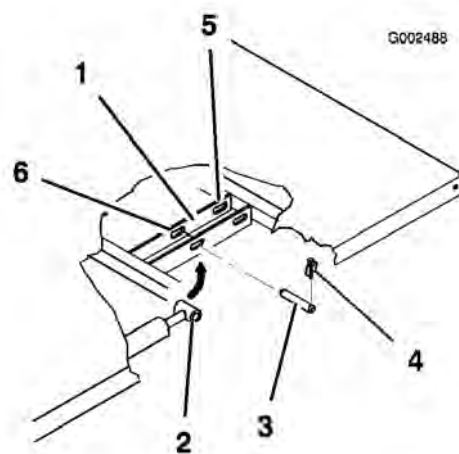

Figura 3
- Rimuovete gli acciarini dalle estremità esterne dei perni con testa dell'asta del cilindro (Figura 3).
di fissaggio del pianale, premendoli verso l'interno (Figura 3).